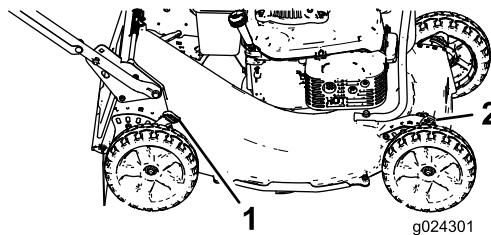

Figura 10
1. Tire de la palanca de altura de corte hacia la rueda (Figura 10) y muévala a la posición deseada.